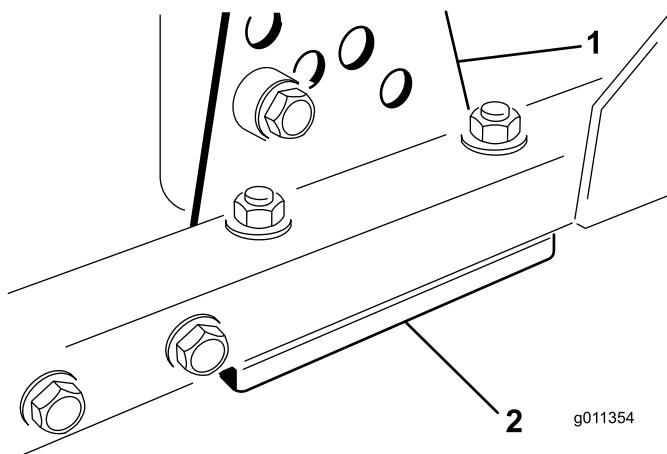

Figura 89
1. Demontujte držák pro nastavení výšky sekání (přední levý nebo pravý) z rámu žací jednotky (Figura 89).
2. Vložte vymezovací podložky o velikosti 1,5 mm a/nebo 0,7 mm mezi rám žací jednotky a držák, aby dosáhli potřebného nastavení výšky (Figura 89).